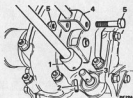

Abb. A.34
23. Spannstift austreiben, der die Fernschaltstange-Verlängerungstange an der Schaltstange sichert, siehe Abb. A.34.
24. Sicherungsmutter und Bolzen von der Führungstangengabel am Gehäuse abnehmen und Gabel ausbauen, siehe Abb. A.34.